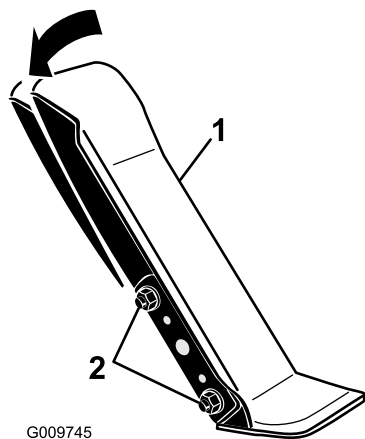

図 60
1. 走行ペダルの左側をブラケットに固定しているナットとボルト各2をゆるめる 図 60。
2. 走行ペダルを希望の角度に調整し、ナットで固定する 図 60。